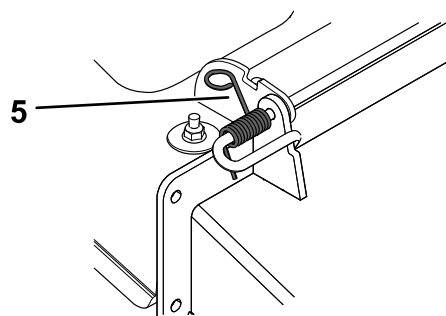

Figura 78
1. Togliete la coppiglia dall'estremità dell'asta (Figura 78).
2. Sganciate la molla dalla tacca presente sulla staffa del deflettore e fate scorrere l'asta per estrarla dalle staffe saldate del piatto di taglio, dalla molla e dal deflettore di scarico (Figura 78).
9. Montate la coppiglia sull'estremità dell'asta (Figura 78).